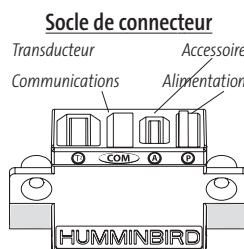

Figure 9
1. Insérez les fiches du câble d'alimentation et du câble du transducteur dans le socle de connecteur. Les fiches des câbles sont étiquetées et le socle de connecteur porte une étiquette correspondante pour chaque câble (Figure 9). Les fentes des fiches sont clavetés afin de prévenir leur inversion. Les fiches devraient être faciles à insérer – ne les forcez pas.